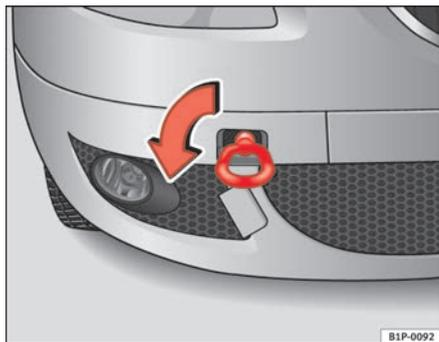
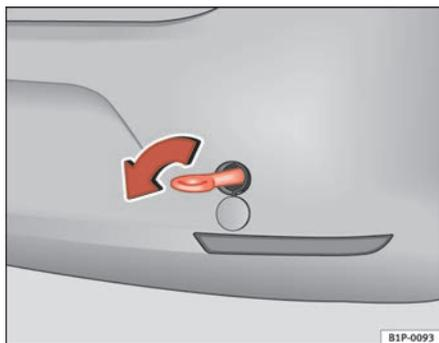

Fig. 181 Lato anteriore destro del veicolo: montaggio del gancio di traino anteriore
Fig. 182 Lato posteriore del veicolo: montaggio del gancio di traino
- Avvitare il gancio fino in fondo verso *sinistra* nel senso indicato dalla freccia o nel foro della parte anteriore ⇒ fig. 181 o in quello della parte posteriore ⇒ fig. 182. ■